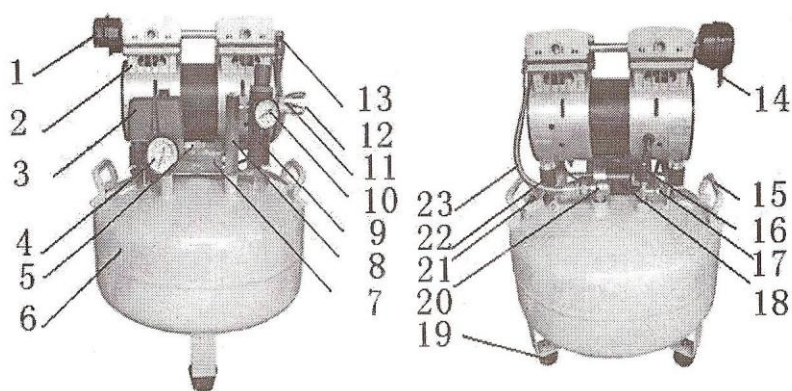
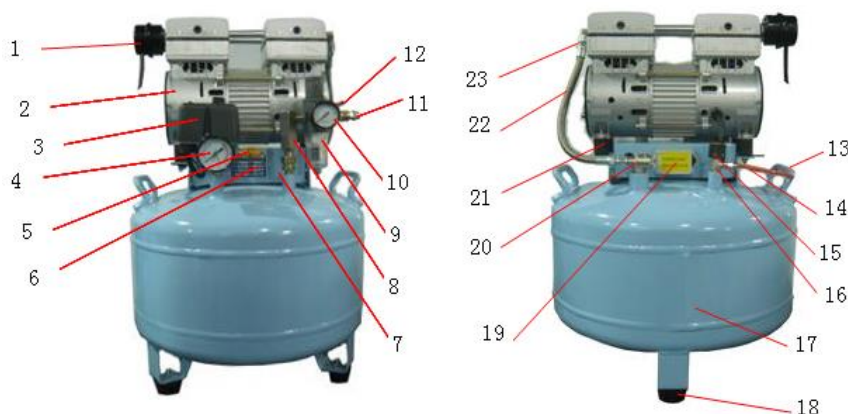

Fig. 1 Modelo: DA 5001
Fig. 2 Modelo DA7001
c. Conecte las mangueras a las salidas de aire del compresor (Ver fig. 1 – 12 o fig. 2 - 12)
d. Verifique que la válvula de drenaje (ver fig. 1- 16 o fig 2 - 16) y el automático (ver figura 1- 3 o fig. 2 - 3) estén apagados y bajo la función off
a. Cierre la válvula de drenaje (vea fig 1 -16 o fig 2 - 16) y el registro de salida (vea fig 1 – 11 o fig 2 - 11). Verifique que el manómetro (vea fig 1 – 4 o fig 2 - 4) este por debajo de 6 bar, luego prenda el automático o switch de presión a **ON** (vea fig 1 – 3 o fig 2 - 3) el compresor se prenderá de inmediato. Cuando la maquina llegue a 8 bar automáticamente se apagará. Al mismo tiempo la válvula solenoide (vea fig 1 – 18) se encargará de sacar todo el aire que quede en el sistema para así poder encender nuevamente cuando la presión se baja.